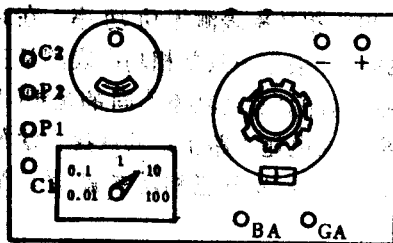

图 1-10
(3) 直流双电桥的使用：直流双电桥（凯尔文电桥）是一种测量低值电阻的仪器，以QJ108型为例，其面板如图1-10所示。